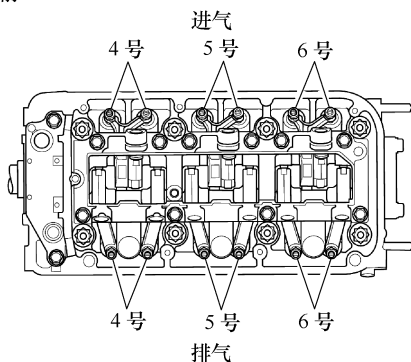

图 2-117 需检查气门的位置
3) 进行气门间隙检查时,选择合适的塞尺,如图 2-117 所示。